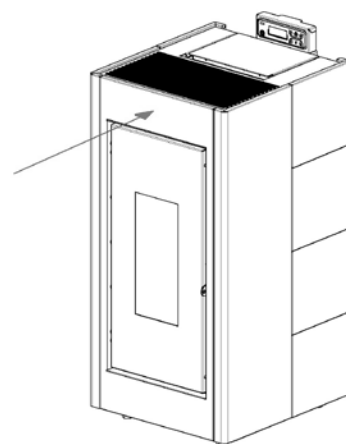

Fig. 40 - Breng de voorzijde weer in positie
- Breng het voorpaneel weer in positie (zie **Fig. 40**).